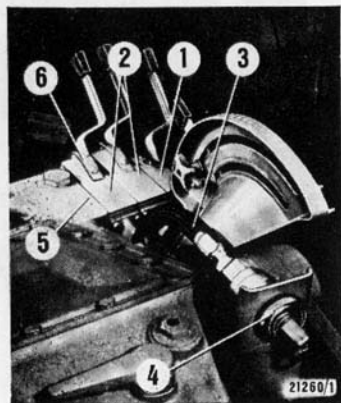

Bild 48
Neben dem fest eingebauten Regelsteuergerät, welches mit dem Hauptsteuerhebel – H 1 – (Bild 33) gesteuert wird (Bedienung Kraftheber), können bis zu 3 einfach oder doppelt wirkende Zusatzsteuergeräte zur Bedienung außenliegender Arbeitszylinder am Flansch ⑤ des Krafthebers angebaut werden (Bild 48).
Um ein unbeabsichtigtes Betätigen der Steuerhebel während des Transportes oder bei Nichtbenutzung der Zusatz-Zylinder zu verhindern, sind auf den Zwischengeräten Fangfedern ⑥ angebracht, mit welchen die Steuerhebel festgehalten werden können (Bild 48).